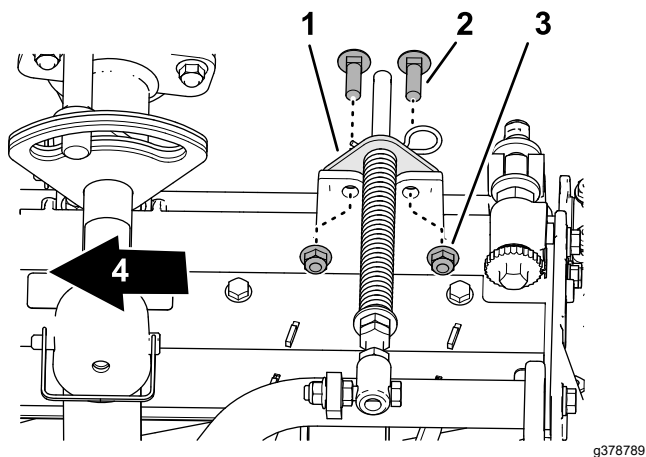

Figura 21
5. Aliniați orificiile din suportul de compensare pentru gazon cu orificiile din cadrul unității de tăiere (Figura 21).